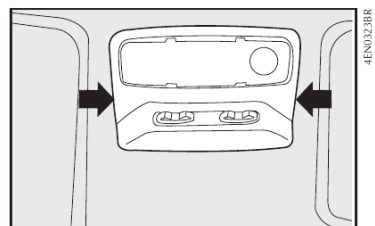

fig. 52
Algumas versões podem apresentar conjunto de luz interna como o representado na **fig. 52 e 53**;
- Com uma chave de fenda nos pontos indicados pelas setas remover o conjunto de luz interna montado a pressão pelas travas **fig. 52**;